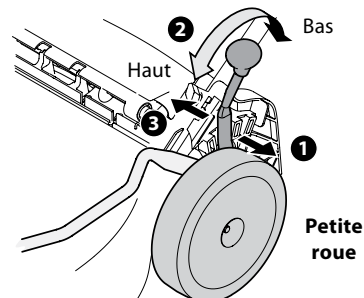
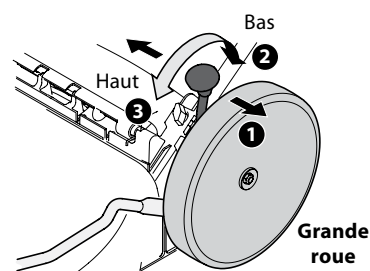

Figure 2-10
Figure 2-11
- Placez le levier à la position désirée pour régler la hauteur de coupe. Voir Figure 2-10 pour les roues standard et Figure 2-11 pour les roues surdimensionnées.